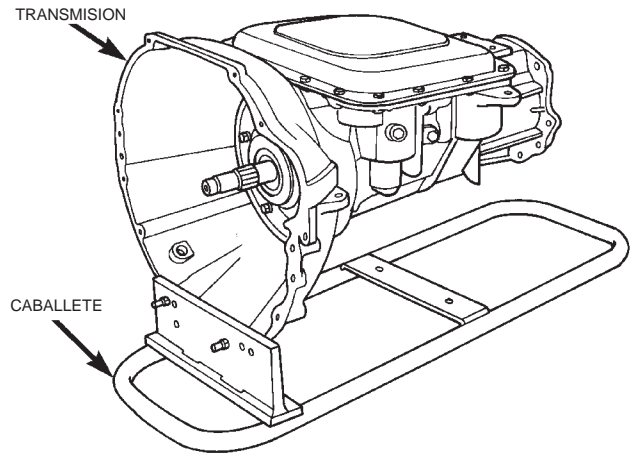

Fig. 69 Caballete de taller
- (1) Retire la transmisión del vehículo.
- (2) Instale un tapón adecuado en la cubierta del eje de cola a fin de evitar contaminar los componentes internos con solventes.
- (3) Limpie el exterior de la transmisión con un solvente adecuado o lávelo a presión.
- (4) Retire el convertidor de par de la transmisión.
- (5) Retire la manija de admisión y la palanca de cambios del eje de la válvula manual y el eje de la manija de admisión.
- (6) Instale la transmisión en el caballete de taller C-3750-B o un caballete de tipo similar (Fig. 69).
- (7) Retire el retenedor de cojinete trasero.
- (8) Retire el colector de líquido.